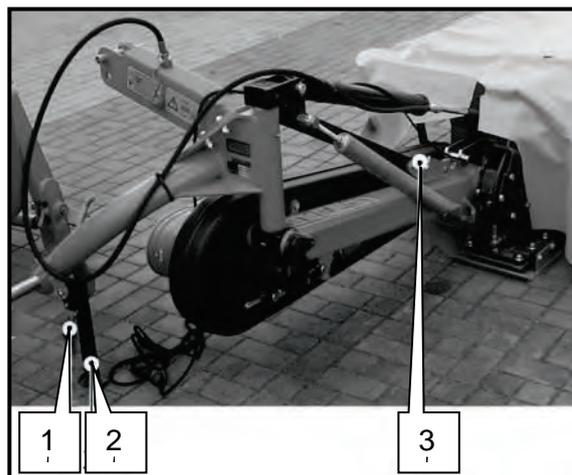

Fig. 62 Máquina estacionada (la pata de apoyo está doblada hacia abajo)
- ➔ Suelte a tal fin primero el enclavamiento de la pata de apoyo (Fig. 62).